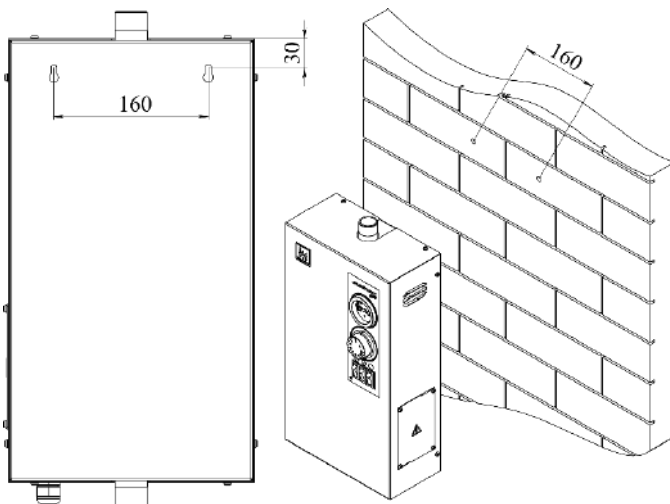
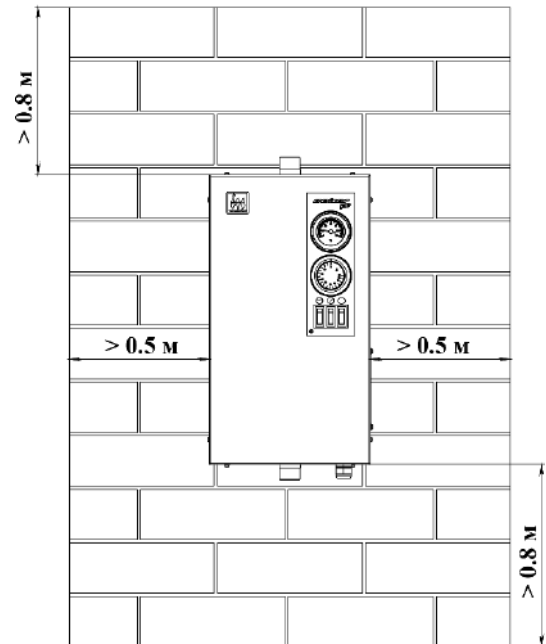

Рис. 4 Способ крепления к стене
Рис. 5 Схема установки электроводонагревателя
- Закрепить электроводонагреватель на вертикальной поверхности в необходимом месте с помощью настенного крепежа (в комплект поставки не входит) как показано на (Рис. 4). При монтаже электроводонагревателя необходимо выдерживать минимальные расстояния до стен, пола и потолка (Рис. 5);